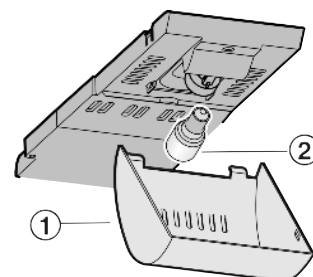

Fig. 12
- ▶ Возьмитесь за крышку Fig. 12 (1) спереди и снимите с крючка сзади.
- ▶ Лампу накаливания Fig. 12 (2) заменить.
- ▶ Снова наденьте крышку Fig. 12 (1).